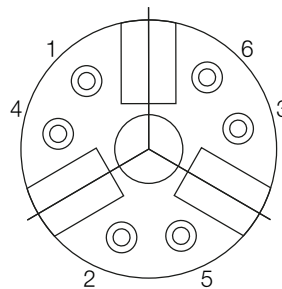

Fig.5
- (5) 척을 스�핀들(척 아답터) 부착면에 부착하여 주십시오. 척 핸들을 회전시켜 척이 선반의 스�핀들 부착면에 완전히 밀착하게 해 주십시오. 척 체결볼트를 균등히 체결하여 주십시오.(Fig.5)
- (5) Mount the chuck to the spindle, (via adaptor plate) Turn the joint so that the chuck is properly attached to the spindle mounting face of the lathe. Uniformly tighten chuck mounting bolts in order to 1→2→3→4→5→6 as shown in Fig.5(Uneven tightening will cause run-out.)
- (5) 请把夹头安装在主轴(夹头适配器)上. 旋转连接用把柄, 使夹头完全与车床的主轴附着面相接触. 均匀地, 紧夹头螺栓 (Fig. 5)